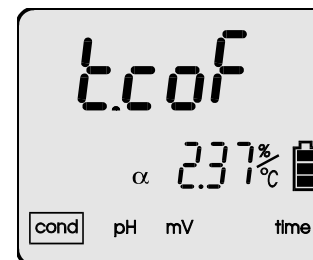

Imagen 20.
- Presione la tecla **MODE** dentro del modo de conductividad hasta que aparezca el coeficiente α en la pantalla el símbolo del coeficiente α *t.c.o.f* (imagen 20)